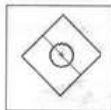

图 2-51 辅助视图
(8) 按住 <Ctrl> 键选取如图 2-51 中所示的辅助视图以及正视图中的线段 1，单击 2D 到 3D 工具栏中的  (辅助视图) 工具，完成草图 4 的绘制。